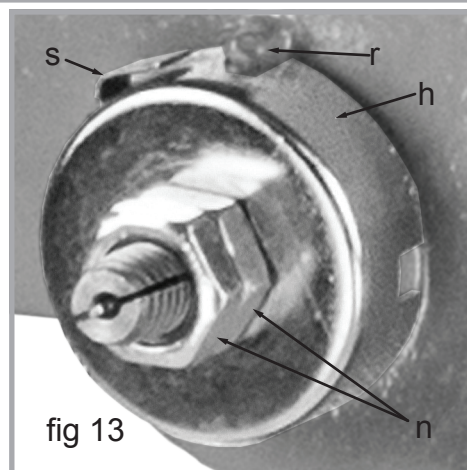

fig 13
3. Utilisez des pinces à bec effilé ou un coup de tournevis dans la boucle (s, figure 13) pour retenir le ressort en place.
4. Desserrez les deux écrous (n. fig 13) d'environ 1/4 po (6 mm). Ne retirez pas les écrous de la tige filetée.
5. Tout en tenant fermement le boîtier du ressort (H, fig 13), retirez-la doucement jusqu'à ce qu'il se dégage de l'encoche surélevée (r, fig 13).